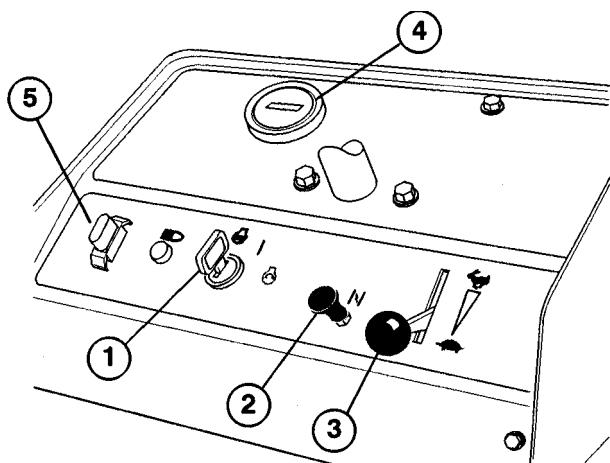

Fig. 6
**Interruttore di accensione** (Fig. 6)—L'interruttore di accensione, per l'avviamento e l'arresto del motore, ha tre posizioni: OFF, RUN (marcia) e START. Girare la chiave in senso orario, in posizione START, per innestare l'avviatore. Quando il motore si avvia, rilasciare la chiave, che si sposta automaticamente in posizione ON. Per spegnere il motore girare la chiave in senso antiorario, in posizione OFF.
**Starter** (Fig. 6)—Per avviare il motore a freddo, chiudere la farfalla estraendo la farfalla in posizione ON. Avviato il motore, spostare lo starter in modo da mantenere la velocità regolare. Non appena possibile, aprire la farfalla spingendo lo starter in posizione OFF. Se il motore è caldo occorre poca miscela, o nulla.
**Leva del gas** (Fig. 6)—La leva è collegata al leveraggio della valvola a farfalla con il carburatore, e lo attiva. Il comando è provvisto di due posizioni: SLOW e FAST. La velocità del motore viene variata tra queste due registrazioni.
**Contaore** (Fig. 6)—Indica il totale delle ore di funzionamento della macchina. Il contaore scatta ogni volta che si gira la chiave in posizione “ON”.